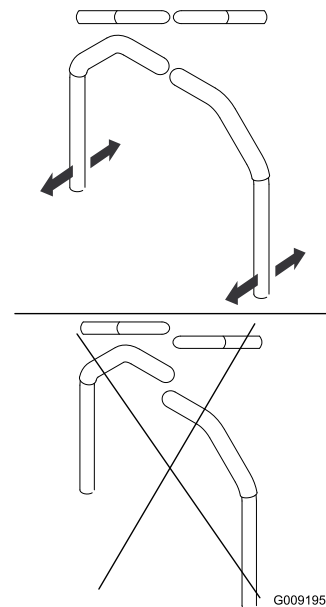

Figura 95
4. Alinee las palancas en el sentido adelante/atrás acercándolas a la posición de PUNTO MUERTO y muévalas hasta que estén alineadas; luego apriete los pernos (Figura 95).